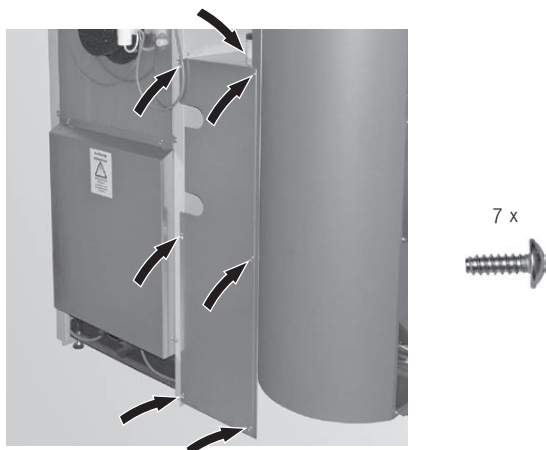

Fig. 123 Avvitare la parete posteriore
- ▶ Fissare la parete posteriore con 7 viti per lamiera – Fig. 123.